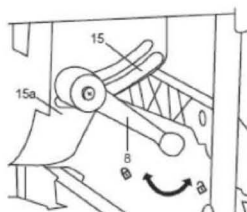

Fig.6
- > Rode o manípulo de bloqueio do bisel (8) para a esquerda para desapertá-lo. (Fig. 6)
- > Deslize o manípulo de bloqueio do bisel ao ângulo desejado mostrado na escala do ângulo de bisel (15) para ajustar o ângulo da lâmina de serra (2). (Fig. 6).
- > Aperte os manípulos de bloqueio do bisel (8) depois de seleccionar o ângulo desejado. O ângulo de inclinação seleccionado pode ser lido na escala (15) utilizando o indicador (15a).